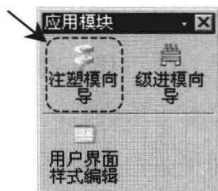

图 1.3 “应用模块”工具条
Step2. 在弹出的快捷菜单中，选择 **应用模块** 命令，系统弹出“应用模块”工具条，如图 1.3 所示。